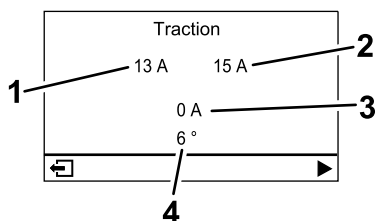

Figure 23
- **Écran du moteur de traction (Figure 23) :** indique l'angle de braquage et l'intensité attribués à chaque moteur de déplacement.